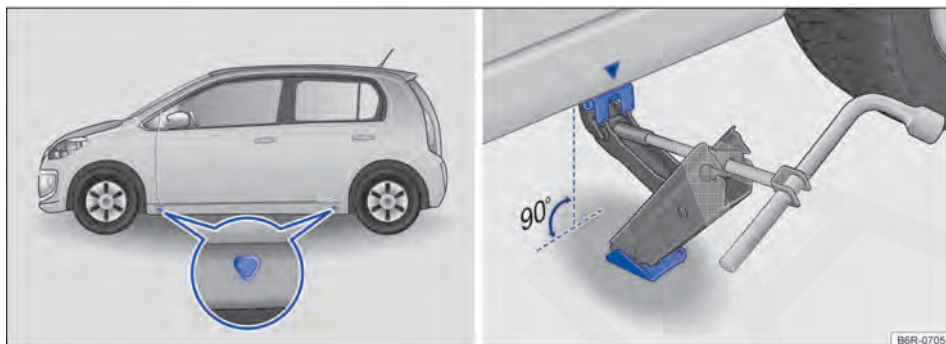

Fig. 139 Pontos de apoio do macaco e macaco posicionado no lado esquerdo traseiro do veículo.
A figura → Fig. 139 ilustra, como exemplo, os pontos de apoio do macaco nos veículos 4 portas. Os veículos 2 portas seguem o mesmo conceito.
O macaco somente pode ser posicionado nos pontos de apoio indicados (marcação na carroceria) → Fig. 139. É válido o ponto de apoio localizado próximo à roda correspondente → ⚠️.
6. Procurar sob o veículo o ponto de apoio do macaco → Fig. 139 mais próximo da roda a ser trocada.
8. Garantir que a base do macaco, com toda sua superfície, esteja sobre o chão e que a base se encontre perpendicularmente abaixo do ponto de colocação → Fig. 139.
9. Alinhar o macaco e, simultaneamente, levantar a garra do macaco até ela se encaixar na travessa debaixo do veículo → Fig. 139.
- Posicionar o macaco somente nos pontos indicados. A garra do macaco deve se encaixar no perfil da longarina de forma segura → Fig. 139.